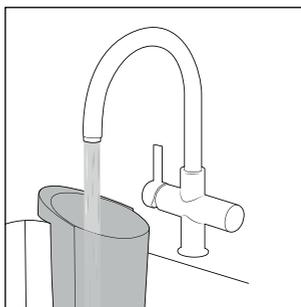

Fig. 23
- ◆ Skyl beholderen til snavset vand **2** med rindende, varmt vand (se fig. 23).